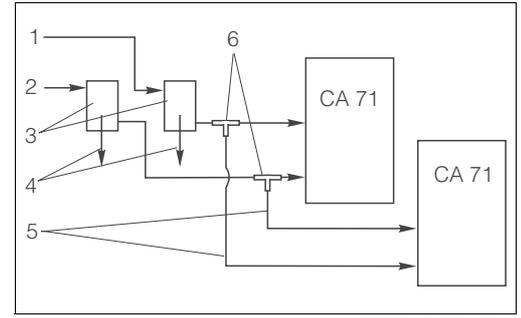

Abb. 12: Einbaubeispiel
- Entfernung zwischen den Analysatoren so kurz wie möglich: Probenleitung zwischen T-Stück und zweitem Analysator (Abb. 12, Pos. 3) kürzer als 1,5 m